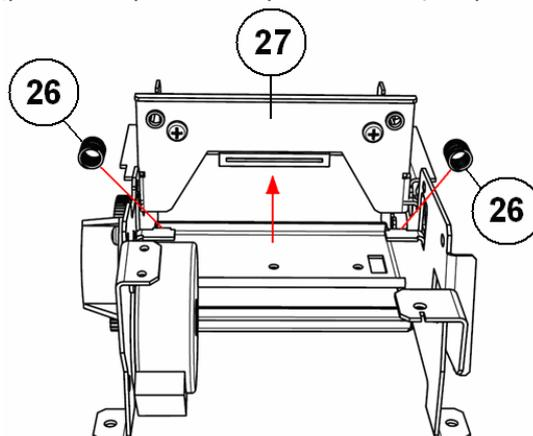

Рисунок 23. – Печатающая головка вынута из пазов узла печати
- ♦ Выньте печатающую головку из пазов узла печати (см. рис. 23, поз 27);